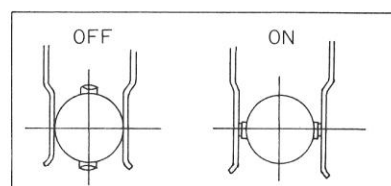

図 5.2.3
⑫インタミッテントギアの段数は通常は 3 段ですが、バルブのストロークが大きい場合には 4 段に組み込まれます。ロータの接点は、図 5.2.3 のように水平で ON、垂直で OFF となります。